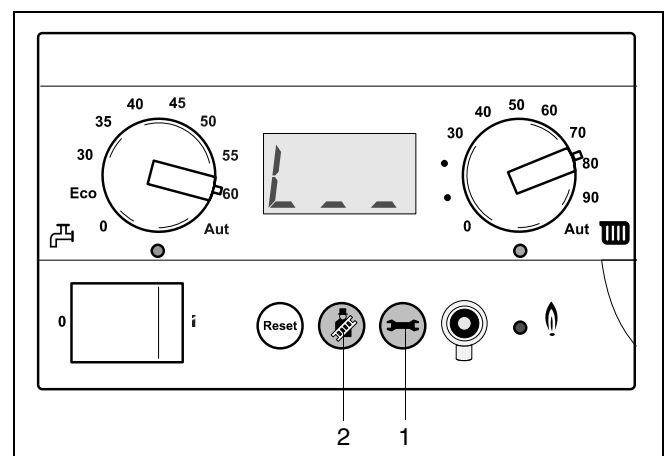

fig. 34 Maximaal cv-vermogen
- Druk gelijktijdig de schoorsteenveger- en service-knop (→ fig. 34, [2], [1]) in, tot er **[L _ _]** (→ fig. 34) in het display verschijnt.
- Bevestig de instelling door de serviceknop tweemaal in te drukken (→ fig. 34, [1]).